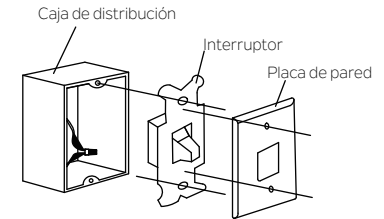

Fig. 22
Paso 1. Retire la placa de pared existente y el antiguo interruptor de la caja de distribución eléctrica de la pared, coloque el nuevo control y la placa de pared. Conecte la tuerca para cable y el cable principal (caliente) entre sí y vuelva a empujarlos hacia el interior de la caja de distribución eléctrica (Fig. 22) o seleccione la ubicación deseada con una nueva caja de distribución eléctrica de pared.